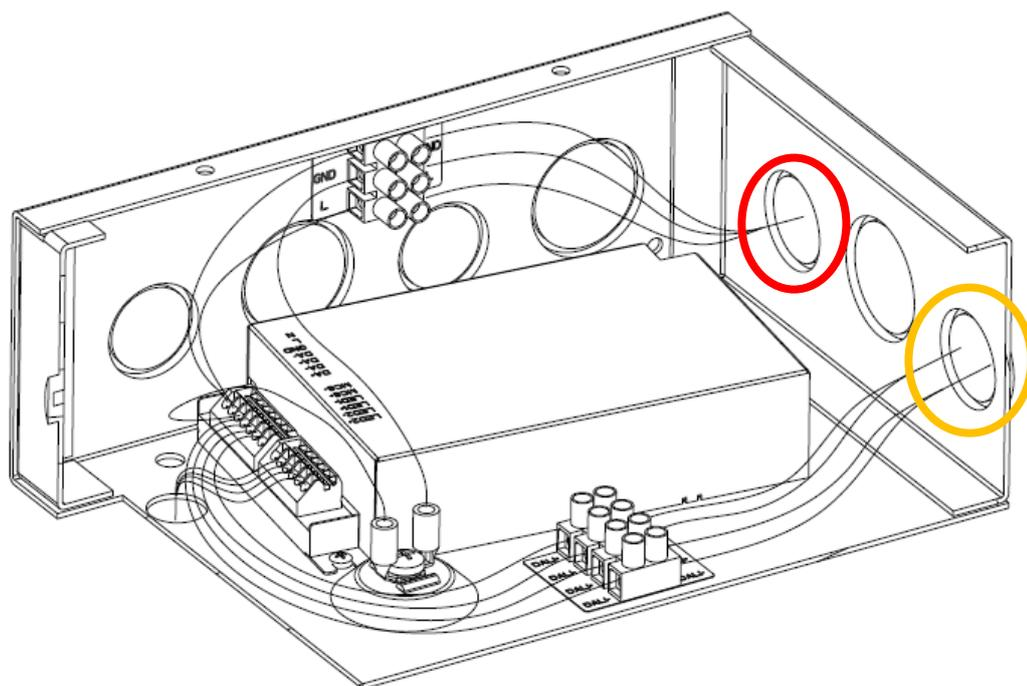

Fig. 19 Boîte de dérivation. Cercle rouge: sortie câbles d'alimentation. Cercle orange: sortie câbles du signal DALI.
- B. Ouvrir l'ouverture indiquée par le cercle rouge sur la Figure 19 et faire passer les câbles externes d'alimentation.
- A. Procéder comme pour les câbles d'alimentation: ouvrir l'ouverture indiquée par le cercle orange sur la Figure 19 et faire passer les câbles externes du signal DALI/SwitchDIM.
- B. Pour chaque presse-étoupe, ouvrir une seule des ouvertures indiquées sur la Figure 19 (si les fonctionnalités DALI/SwitchDIM ne sont pas utilisées, ouvrir uniquement l'ouverture de l'alimentation).